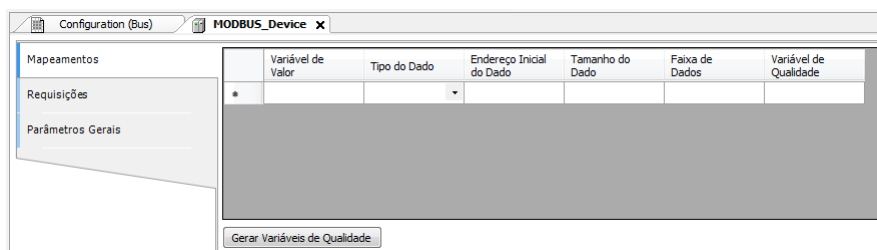

Figura 87: Tela de Mapeamentos de Dados MODBUS
- Adicionar e configurar os mapeamentos MODBUS na aba Mapeamentos conforme Figura 87, especificando o nome da variável, tipo de dados e endereço inicial do dado, o tamanho do dado e a faixa são preenchidos automaticamente.